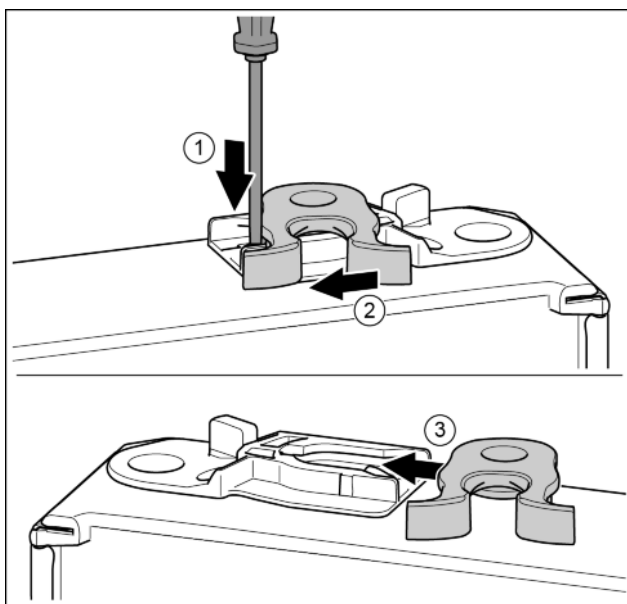

Fig. 14
- ▶ Con un cacciavite spingere la linguetta verso il basso. Fig. 14 (1)
- ▶ Estrarre il gancio di chiusura dalla guida. Fig. 14 (2)
- ▶ Spingere il gancio di chiusura sull'altro lato nella guida. Fig. 14 (3)